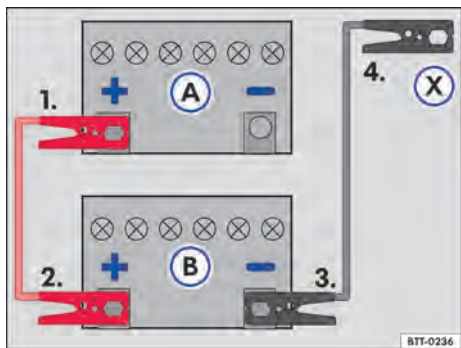

Fig. 164 Esquema para la conexión de los cables de arranque auxiliar: batería del vehículo descargada (A) batería del vehículo que provee la corriente (B).
Legenda para→ fig. 164:
Conectar el cable de arranque auxiliar solo en la secuencia 1 – 2 – 3 – 4 → fig. 164.
culo con la batería descargada → fig. 164 (A) → ⚠️.
- Conectar la otra extremidad del cable de arranque auxiliar rojo al polo positivo (+) del vehículo que suministra la corriente (B).
- Conectar una extremidad del cable de arranque auxiliar negro al polo negativo de la batería del vehículo que suministra la corriente (B).
- Conectar la otra extremidad del cable de arranque auxiliar negro (X) al vehículo con la batería descargada en el punto de ayuda de arranque (conexión a masa) o en una pieza de metal atornillada firmemente en el bloque motor – pero no cercana a la batería (A) → ⚠️.